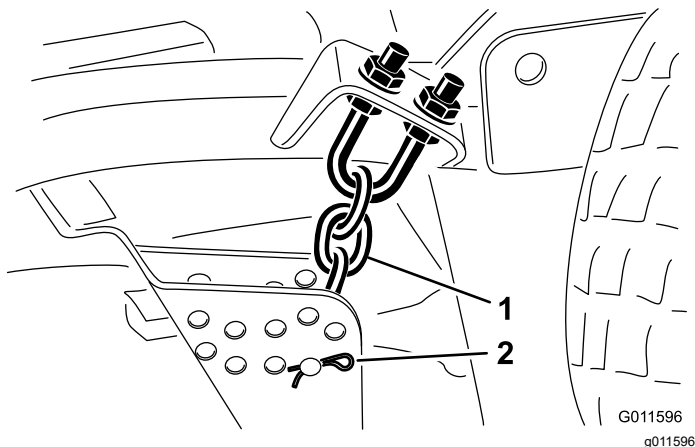

Figure 18
9. Enlevez la goupille fendue et l'axe de chape qui fixent les chaînes de hauteur de coupe à l'arrière de l'unité de coupe (Figure 18).